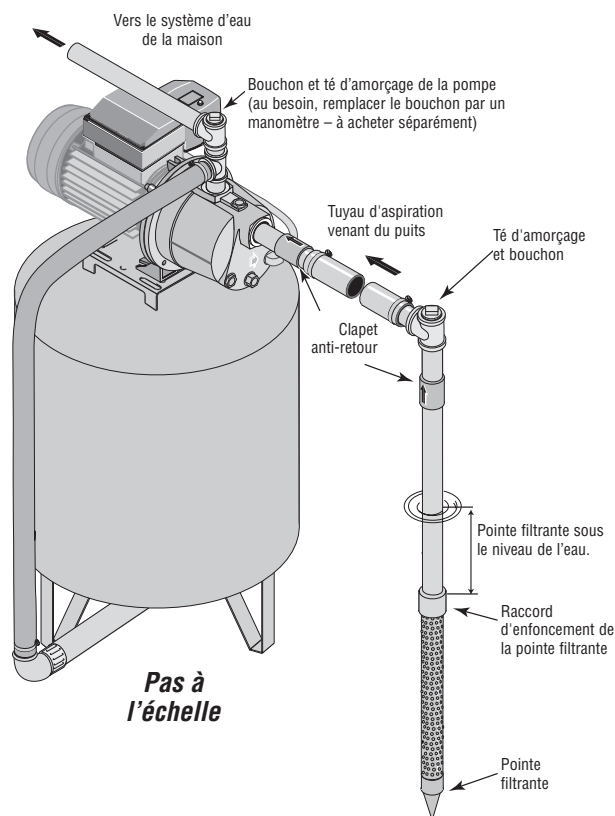

Figure 1: Installation avec une pointe filtrante
INSTALLATION DE LA POINTE FILTRANTE (FIGURE 1)
3. Utiliser le moins possible de raccords (en particulier des coudes) lorsque l'on branche la tuyauterie de la pointe filtrante sur l'orifice d'aspiration de la pompe. Le diamètre du tuyau d'aspiration doit être au moins aussi grand que le diamètre de l'orifice d'aspiration de la pompe (y compris le clapet anti-retour si la pompe n'en comporte pas un - voir la Figure 1). Supporter le tuyau de façon qu'il ne soit pas cintré afin qu'il n'exerce pas de contraintes sur le corps de la pompe; de plus, il doit être légèrement incliné vers le haut, du puits jusqu'à la pompe (les points hauts risquent de causer des poches et des bouchons d'air dans la pompe). Rendre étanches les raccords du tuyau d'aspiration avec du ruban téflon ou une pâte pour raccords filetés à base de téflon. Les raccords doivent être étanches à l'air et à l'eau. **Si le tuyau d'aspiration aspire de l'air, la pompe ne pompera pas l'eau du puits.** Si une pointe filtrante ne fournit pas suffisamment d'eau, considérer brancher deux ou trois pointes filtrantes sur un même tuyau d'aspiration.